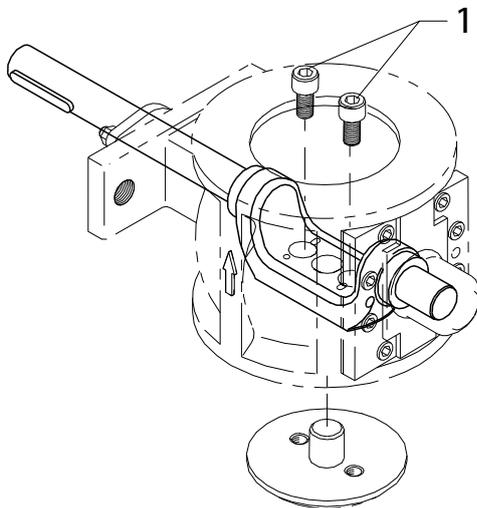

Fig.6-12 Substituição do assento DN 80-250
4. Desapertar os parafusos (→ Fig. 6-12/1) alternadamente com a ajuda de uma chave inglesa. Controlar a superfície do segmento de esferas quanto a danos. Danos podem destruir muito rapidamente um assento novo. Se o segmento de esferas deva ser substituído, ver a secção "Substituição do segmento de esferas" (→ Cap.6.7).